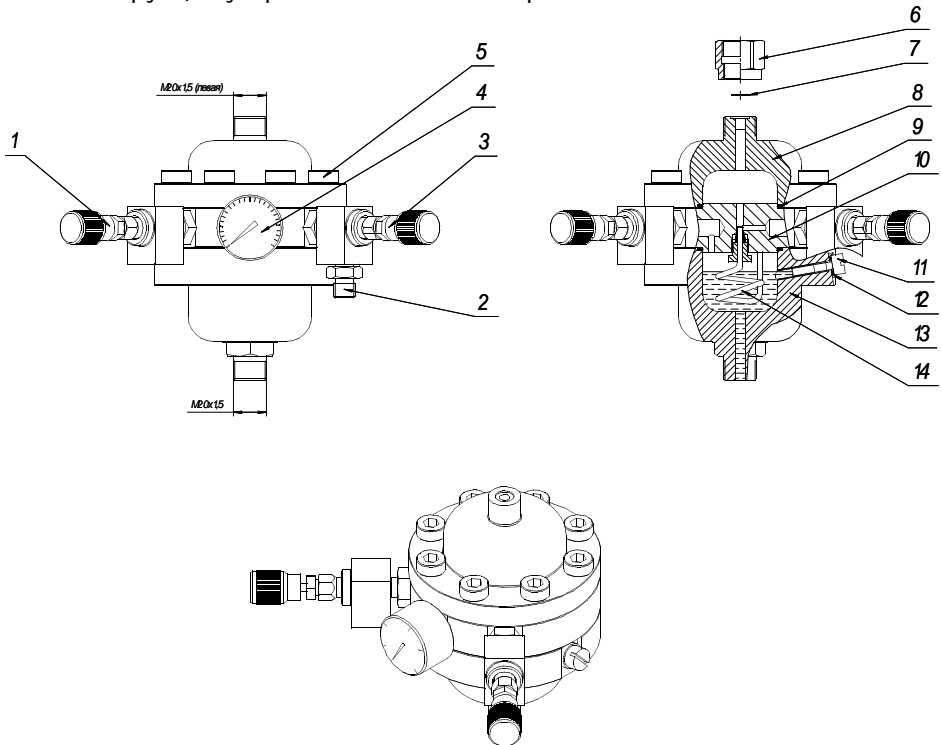

Рис. 2. Разделитель пневмогидравлический:
Конструкция устройства показана на рис. 2.
4.1 Корпус верхней камеры 8 (рисунок 2), вентильный блок 10 и корпус нижней камеры 13 соединены между собой винтами 5, а герметизация осуществляется за счёт уплотнительных колец 8. Во внутренней полости нижней камеры имеется трубка 14, которая препятствует попаданию масла из нижней в верхнюю камеру. На корпусе нижней камеры также имеется отверстие для контролирования уровня рабочей жидкости, в которое вкручен винт 11, который уплотняется при помощи спец. уплотнения 12 состоящего из металлической шайбы и резинового кольца. На вентильном блоке 10 имеются три резьбовых отверстия для подключения манометра 4, вентиля повышения давления 3 и вентиля снижения давления 1. Поверяемые СИ крепятся на корпус верхней камере 8 при помощи присоединительной гайки 6. Уплотнение поверяемого СИ с верхней камерой 8 производится при помощи резинометаллического уплотнения 7.
6.3. Выкрутите винт 11 (рисунок 2).
6.6. Закрутите винт 11 и установите спец. уплотнение 12 (рисунок 2).
7.2. Установите поверяемое СИ на разделитель. Закрепите его на корпусе верхней камере при помощи присоединительной гайки 6 (рисунок 2).
7.7. Для уменьшения тестового давления в системе, снижайте давление в разделителе до необходимого (давление отслеживайте по поверяемому манометру) путём медленного открытия вентиля снижения давления 1 (рисунок 2).
8.2.4. Проверьте целостность резинометаллического уплотнения 6 (рисунок2), при необходимости замените.